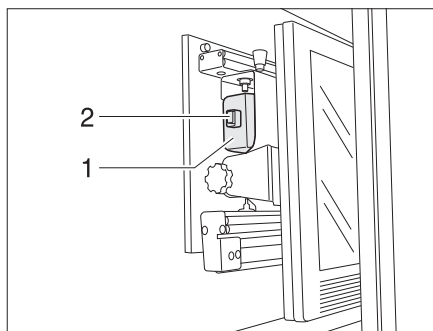

Fig. 8 Supporto nel mobiletto porta TV
- Ruotare il televisore nella posizione iniziale (Fig. 8) ed ev. farlo innestare.
- Spingere l'impugnatura dello supporto per lo schermo piatto (Fig. 8,1) all'indietro. Il chiavistello (Fig. 8,2) scatta all'indietro.